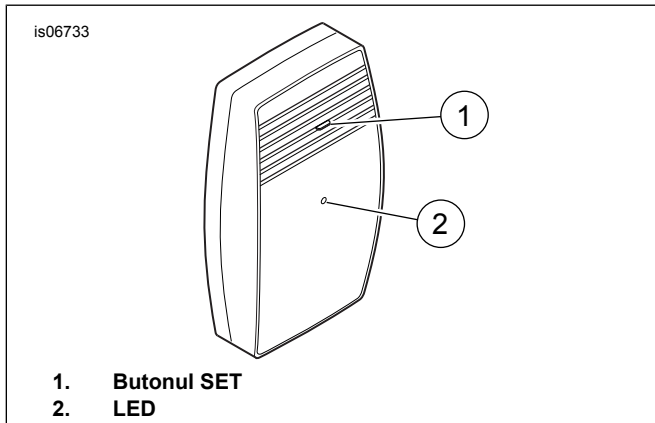

Figura 33. Receptorul mecanismului de deschidere a ușii garajului, vedere din față
4. Consultați Figura 33 . Apăsati lung butonul SET (1) de pe **receptorul** mecanismului Harley-Davidson de deschidere a ușii garajului. Atât timp cât butonul SET este apăsat, LED-ul (2) de pe receptor clipește continuu.